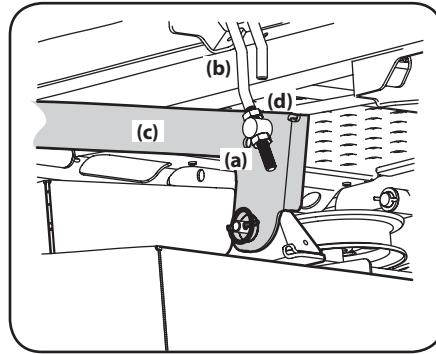

Figure 4-9
3. Desserrez l'écrou inférieur (a) situé sur la barre ajustable (b) qui est fixée au bras de relevage (c) pour abaisser le plateau de coupe, puis serrez l'écrou supérieur (d) pour fixer le plateau de coupe. Desserrez l'écrou supérieur (d) et serrez l'écrou inférieur (a) pour fixer le plateau de coupe. Voir Figure 4-9.